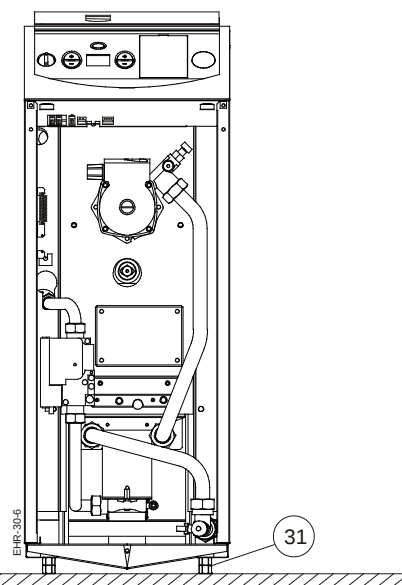

Fig. 15
Met de regelbare voetjes (31) kan U de ketel waterpas zetten (zie fig. 15).